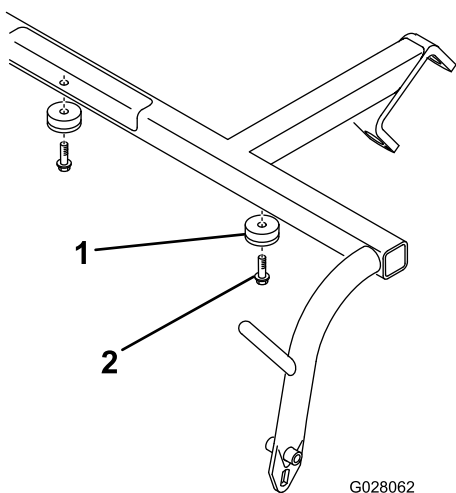

Figure 3
2. Montez les 2 butées en retrait dans la face inférieure de chaque tube transversal du bras de traction au moyen de 2 vis autotaraudeuses à embase (Figure 3).
- A. Retirez les vis ou les écrous (selon l'équipement) qui fixent les extrémités extérieures de chaque axe de galet anti-scalp à chaque extrémité du bâti porteur (extrémité extérieure des axes seulement) ; voir Figure 3.